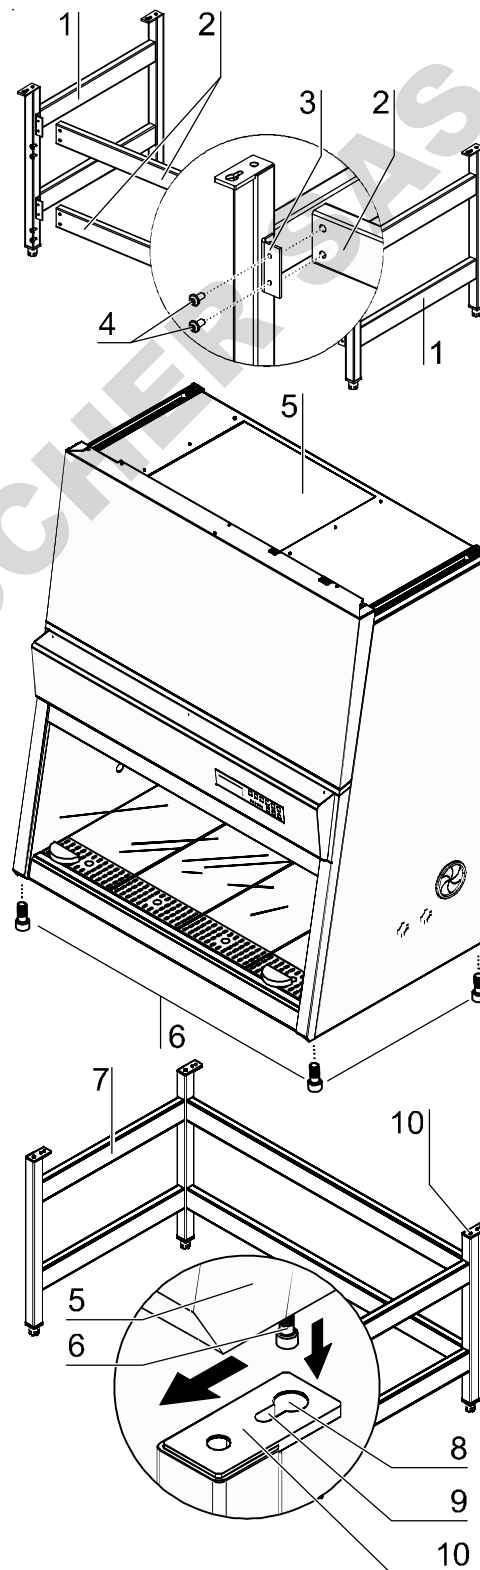

Fig. 10
1. **Fig. 10** : Glisser les deux traverses [2] sur les équerres de fixation [3] des panneaux latéraux [1]. Visser les traverses aux deux panneaux latéraux avec les vis [4].